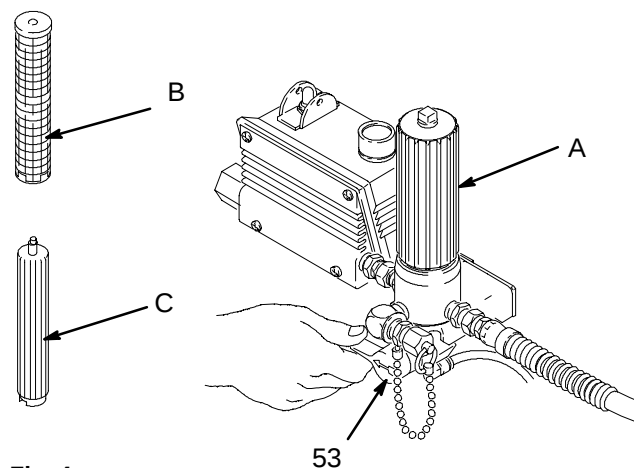

Fig. 4
4. Desenganche el pestillo de seguridad de la pistola. Mantenga una parte metálica de la pistola firmemente contra un recipiente de metal y dispare la pistola para descargar la presión. Vea la Fig. 4, A.
2. Quite la cubeta (A) y la malla (B) del filtro; vea el manual de instrucciones 307-273, suministrado. Instale la cubeta y el soporte (C) del filtro sin la malla, para enjuagar. Limpie la malla por separado. Vea la Fig. 4.
3. Cierre la válvula de alivio de presión (53).